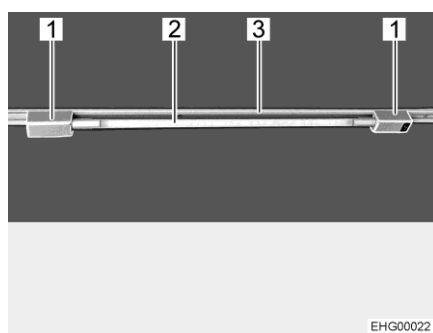

Bild 28 Röhrenleuchte
- Beide Halter (Bild 28,1) in die Schiene (Bild 28,3) einsetzen. Dazu die Halter um 90° drehen.
- Leuchtenkörper (Bild 28,2) in einen der Halter stecken.
Röhrenleuchte drehen: ■ Leuchtenkörper (Bild 28,2) drehen, bis die gewünschte Leuchtwirkung erreicht ist.